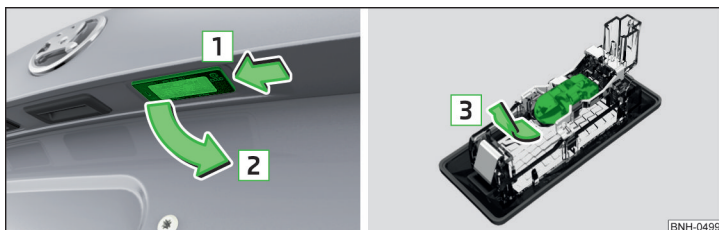

Abb. 186 Kennzeichenleuchte ausbauen / Glühlampe wechseln
- › Die Leuchte in Pfeilrichtung [1] » Abb. 186 eindrücken.